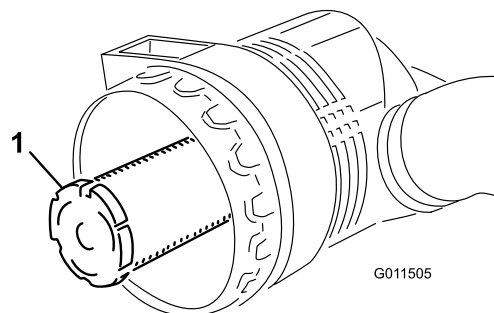

図 53
**重要** 安全フィルタ（図 53）は絶対に洗わないでください。安全フィルタは、1次フィルタの3度目の整備時に新品に交換します。